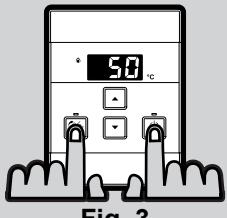

Fig. 3
- Fissare il comando remoto alla parete (Fig. 3).
STEP 1: solo sul comando 'Master', premere e mantenere premuti contemporaneamente i tasti 'Priority' e 'On/Off' (Fig.3) per circa 5 secondi, fino a quando il comando remoto emette un 'beep'.